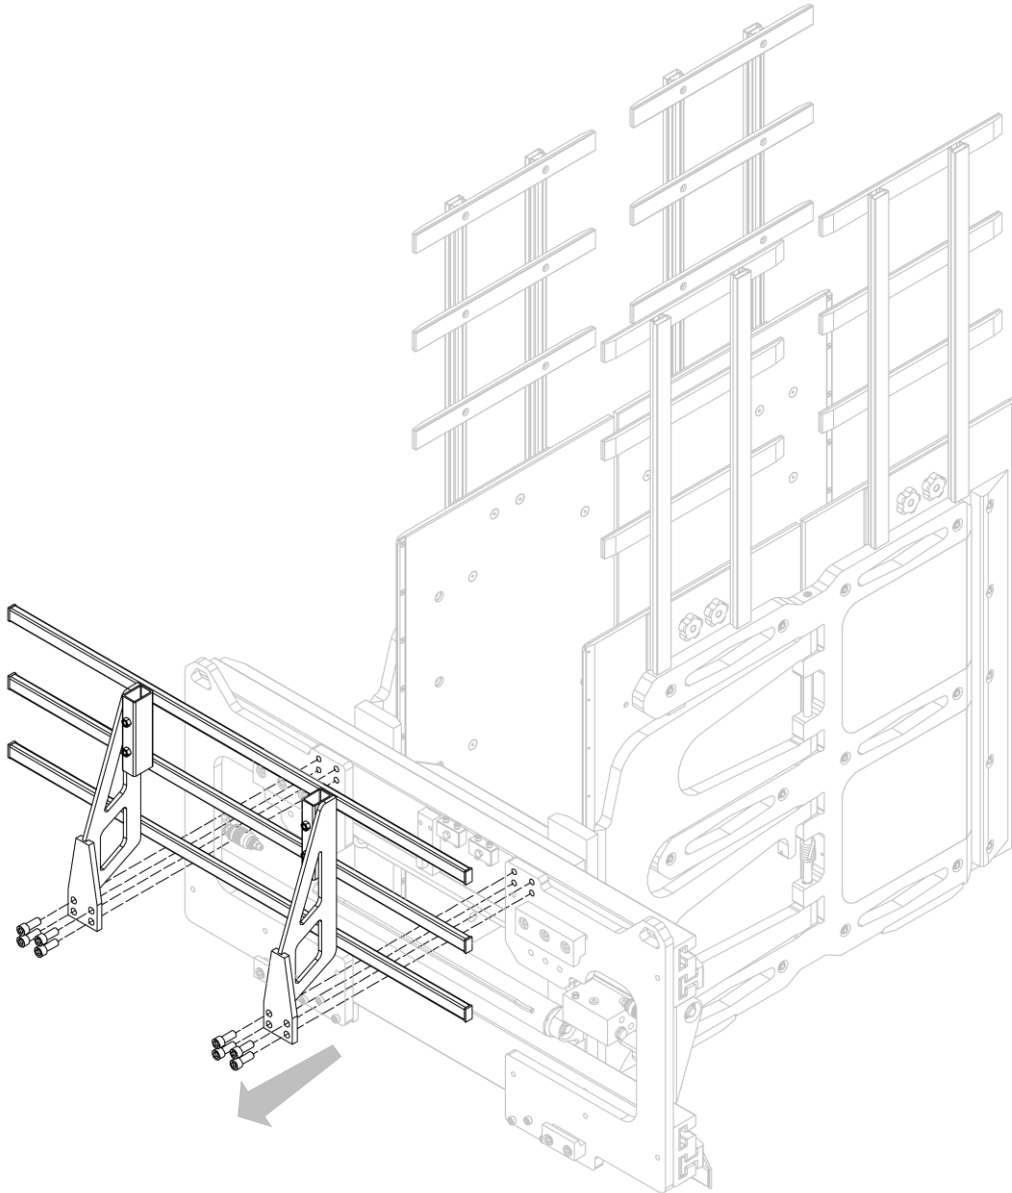

Figure 61
4. Retirer le cadre de chargement de l'équipement après avoir dévissé les vis correspondantes qui le fixent (voir *Figure 61*).